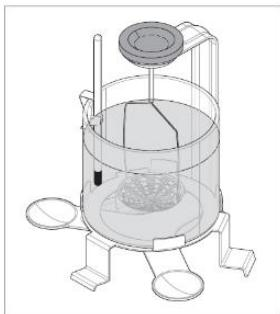

Abb. 4.2-1
- Hängen Sie eine geeignete Halterung an die Klemme, um zu gewährleisten, dass er nicht die Becherglaswand oder das Thermometer\* berührt. Falls Unterlast angezeigt wird, verwenden Sie, wie in Kapitel 1 beschrieben, das Ausgleichsgewicht (siehe Abbildung 4.2-1 als Beispiel).